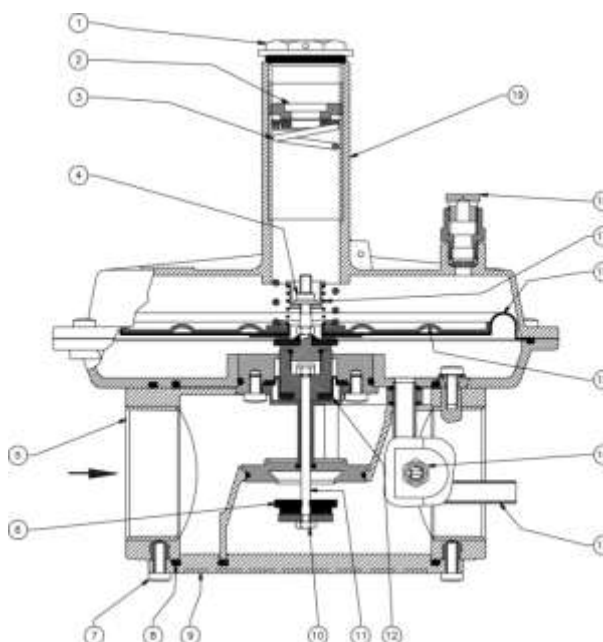

Рис. 2
Регулятор (рис. 2) состоит из: колпачок (1); регулировочный винт (2); пружина регулирования исходящего давления (3); настройка сбросного клапана (4 корпус (5); затвор регулятора (6); винты крепления нижней панели (7); уплотнительное кольцо (8); нижняя панель (9); винт крепления затвора на штифт (10); центральный штифт (11); компенсационная мембрана (12); встроенный импульс (13); штуцер для отбора давления (14); рабочая мембрана (15); предохранительная мембрана (16); пружина настройки сбросного клапана (17); ; сбросное отверстие избыточного давления G ¼" (18); раструб (19).